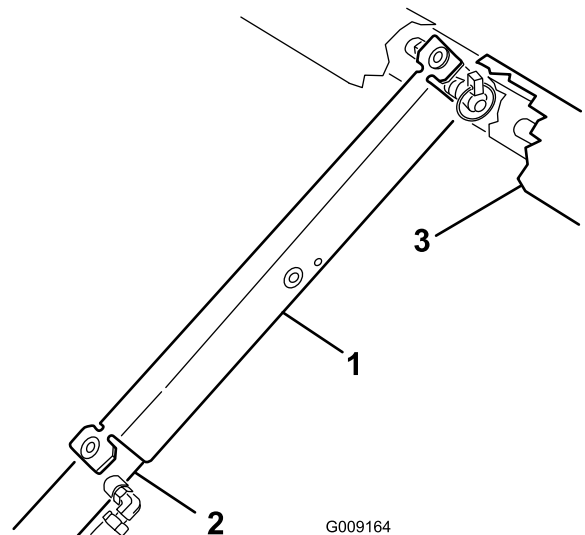

Figura 31
3. Empuje el soporte de la plataforma sobre la varilla del cilindro, asegurándose de que los extremos del soporte descansan sobre el extremo del cilindro y sobre la rótula de la varilla del cilindro (Figura 31).